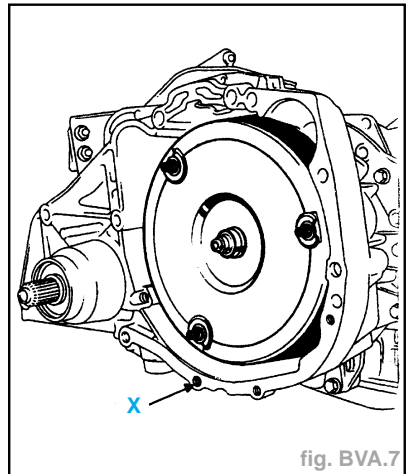

fig. BVA.7
- le demi-berceau (1) et (2),
- Mettre la patte **B.Vi. 465** de maintien du convertisseur en (X) (fig BVA. 7).